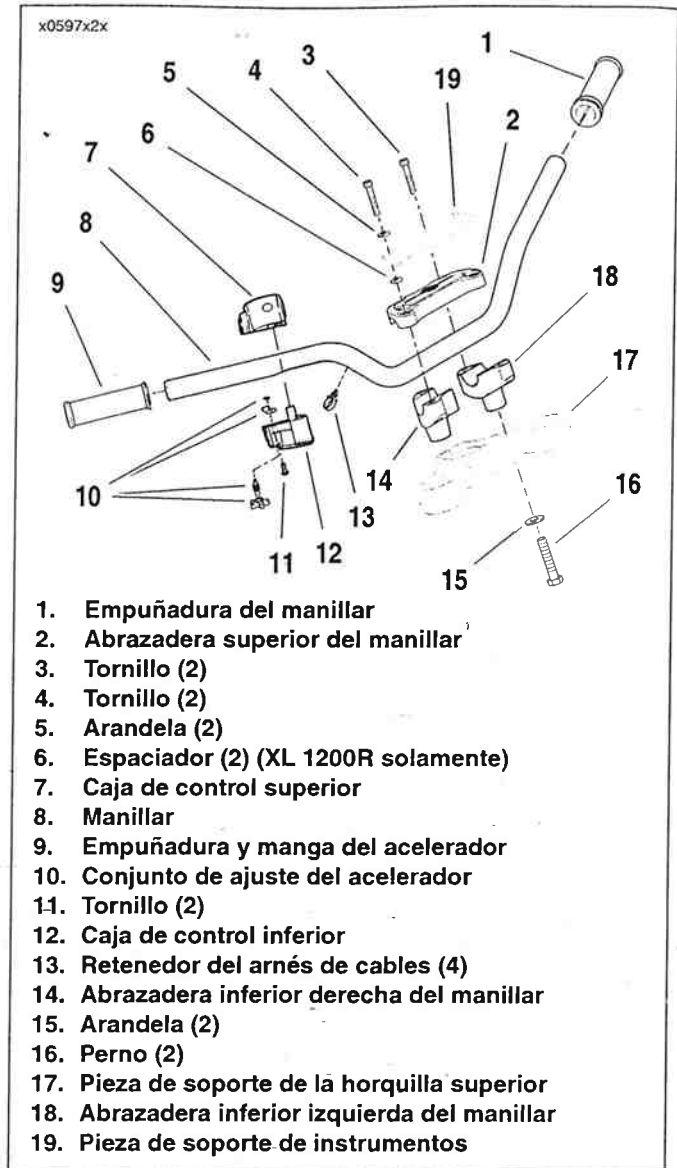
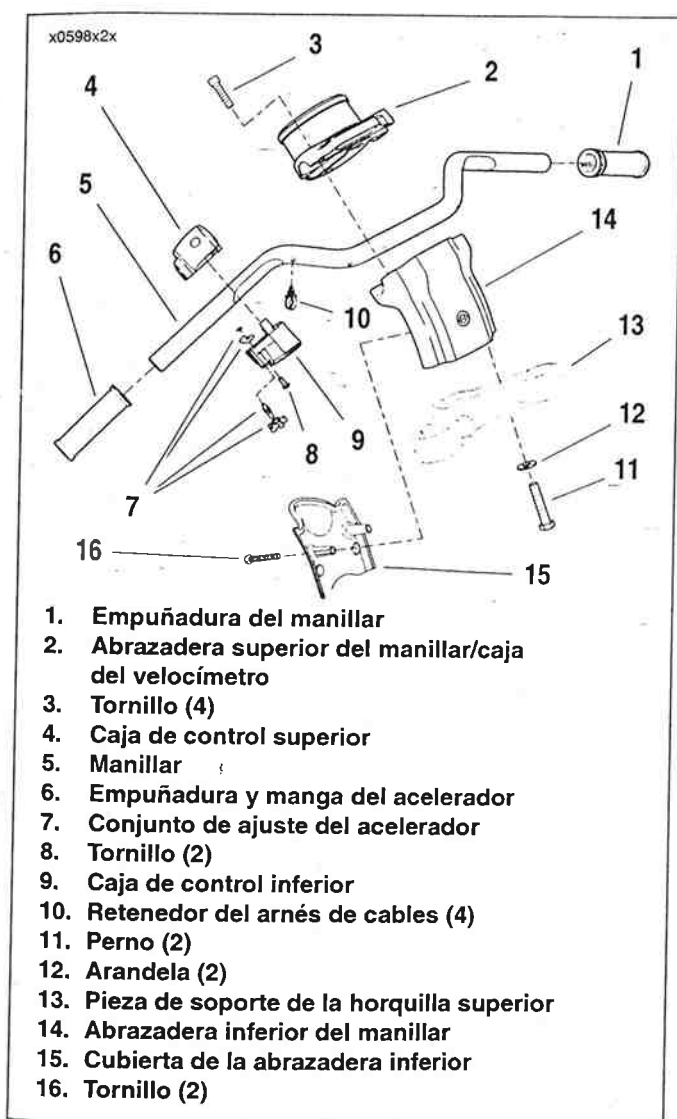

Figura 2-144. Manillares: XL 883/XL 883L/XL 1200R
Figura 2-145. Manillares: XL 883C/XL 1200C
1. Vea la Figura 2-144. Corte y quite los cuatro retenedores del arnés de cableado (13). Al cortar los retenedores, tenga cuidado de no cortar el arnés del cableado. Deseche los retenedores.
2. Afloje pero no quite los dos tornillos de la caja de control (11).
3. Si está quitando las dos abrazaderas inferiores del manillar (14, 18), afloje pero no quite los dos pernos (16) que aseguran las abrazaderas inferiores del manillar a la pieza de soporte superior de la horquilla (17).
4. Quite los tornillos y arandelas (3, 4, 5), espaciadores (6 – XL 1200R solamente), abrazadera superior del manillar (2) y pieza de soporte de instrumentos (19).
5. Separe el manillar (8) de las abrazaderas inferiores del manillar.
7. Si está quitando las abrazaderas inferiores del manillar (14, 18), quite los dos pernos (16), arandelas (15) y abrazaderas inferiores del manillar de la pieza de soporte superior de la horquilla.
1. Vea la Figura 2-145. Corte y quite los cuatro retenedores del arnés de cableado (10). Al cortar los retenedores, tenga cuidado de no cortar el arnés del cableado. Deseche los retenedores.
2. Afloje pero no quite los dos tornillos de la caja de control (8).
3. Quite los tornillos (16) y cubierta de la abrazadera inferior (15).
4. Extraiga los cuatro tornillos (3) y caja de la abrazadera superior del manillar/velocímetro (2). Separe el manillar (5) de la abrazadera inferior del manillar.
6. Si está quitando la abrazadera inferior del manillar (14), quite los pernos (11), arandelas (12) y abrazadera inferior del manillar de la pieza de soporte superior de la horquilla.
1. Vea la Figura 2-144. Si fueron quitadas las abrazaderas inferiores del manillar (14, 18), asegure las abrazaderas a la pieza de soporte superior de la horquilla (17) con pernos (16) y arandelas (15). En este momento apriete los pernos solamente con los dedos. Asegúrese de que los arneses de cableado están colocados en medio y atrás de las abrazaderas inferiores del manillar.
2. Deslice el conjunto de la caja de control derecha y acelerador (7, 9, 12) sobre el extremo derecho del manillar (8). Coloque el manillar en las abrazaderas inferiores del manillar.
3. Coloque la abrazadera superior del manillar (2) en su lugar y enrosque los dos tornillos traseros (3) en su lugar.
4. Modelos XL 1200R: coloque los espaciadores (6) sobre los dos agujeros delanteros de montaje de la abrazadera superior del manillar.
5. Coloque la pieza de soporte de instrumentos (19) sobre los dos agujeros superiores delanteros de la abrazadera superior del manillar y enrosque dos tornillos (4) y arandelas (5) en su lugar.
7. Vea la Figura 2-144. Finalmente apriete los tornillos delanteros (4) a 16,3-24,4 N·m (12-18 lb-pie).
8. Apriete los pernos de la abrazadera inferior del manillar (16) a 40,7-54,3 N·m (30-40 lb-pie).
1. Vea la Figura 2-145. Si fue quitada la abrazadera inferior del manillar (14), asegure la abrazadera a la pieza de soporte superior de la horquilla con dos pernos (11) y arandelas (12). Asegúrese de que los arneses de cableado del manillar estén colocados atrás y dentro de la abrazadera inferior del manillar. Apriete los pernos a 40,7-54,3 N·m (30-40 lb-pie).
2. Deslice el conjunto de la caja de control derecha y acelerador (4, 6, 9) sobre el extremo derecho del manillar (5). Coloque el manillar en la abrazadera inferior del manillar.
3. Coloque la caja de la abrazadera superior del manillar/velocímetro (2) en su lugar y enrosque los cuatro tornillos (3) en su lugar.
8. Envuelva cuatro retenedores de arneses de cableado **nuevos** (artículo 12, Figura 2-144. o artículo 10, Figura 2-145.) alrededor de los arneses de cableado del manillar y empuje los retenedores dentro de los agujeros en el manillar.